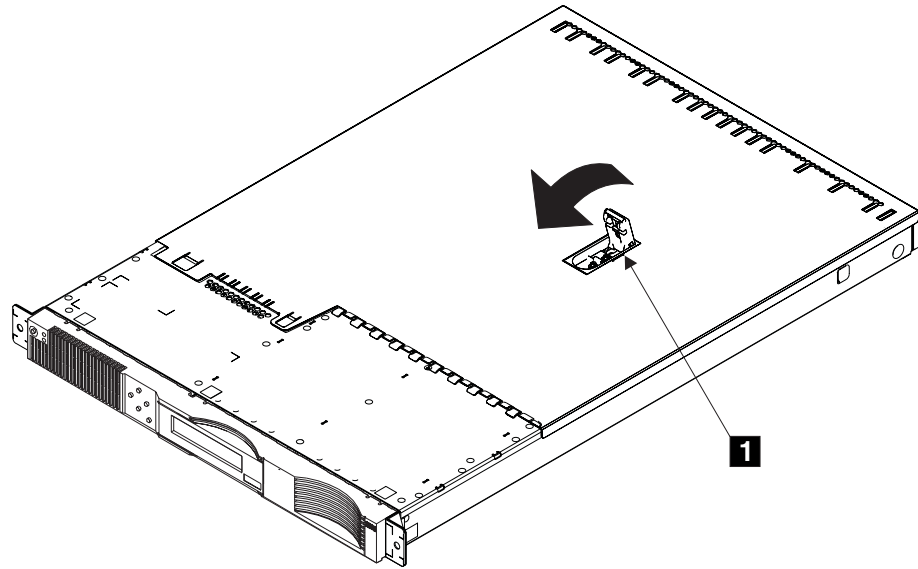

図 36. 上部カバーの取り付け
1. レバー **1** がいっぱい持ち上げられていることを確認します。189 ページの図 36 を参照してください。